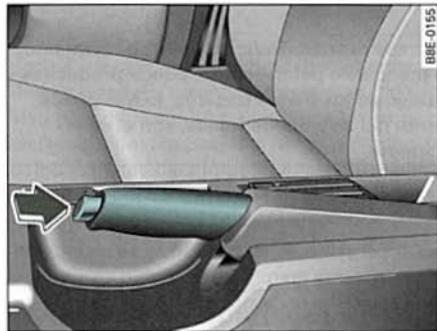

Fig. 140 Detalle de la consola central: Freno de mano puesto
- Levante ligeramente la palanca del freno de mano y pulse al mismo tiempo el botón de bloqueo ⇒ fig. 140 -flecha-.